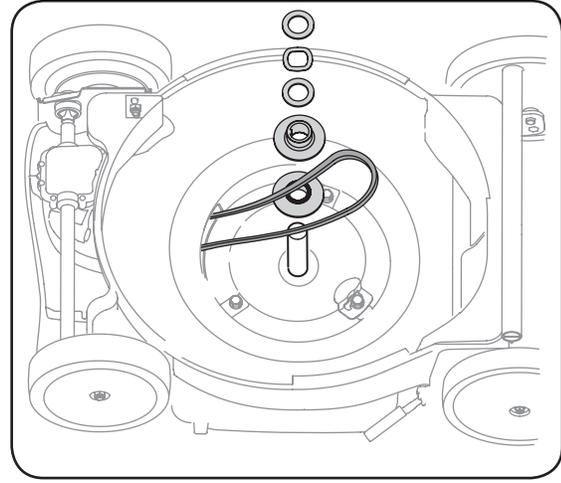

Figure 5-5
5. Dégagez la courroie de la poulie motrice et faites-la passer dans l'ouverture du plateau de coupe. Voir la Figure 5-5.